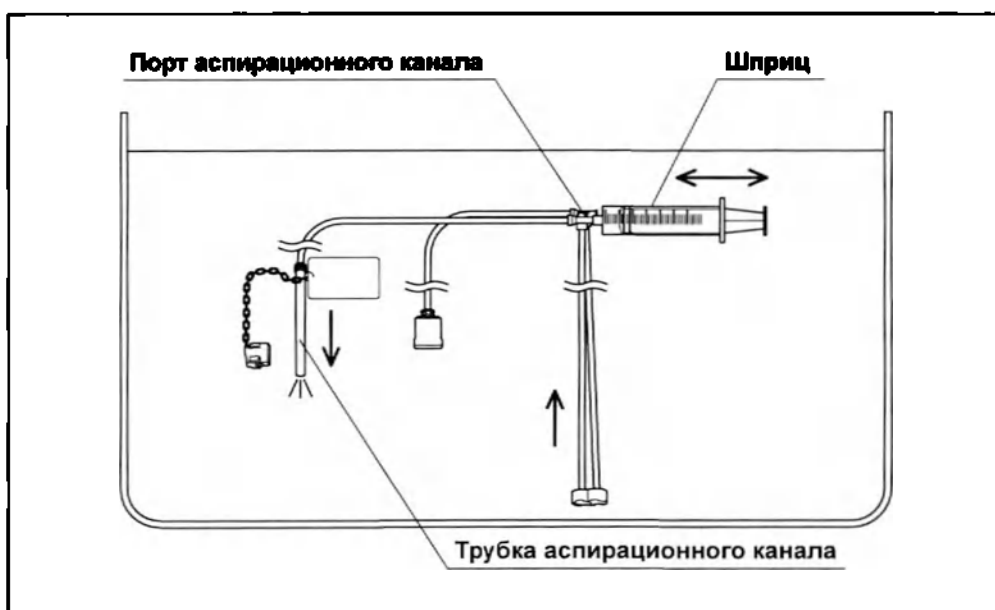

Рис. 6.16
- 2** Полностью погрузив шприц и инъекционную трубку в воду, медленно оттяните поршень шприца, чтобы заполнить шприц водой. Затем надавите на поршень, чтобы промыть аспирационный канал инъекционной трубки 30 миллилитрами воды. (см. рис. 6.16)